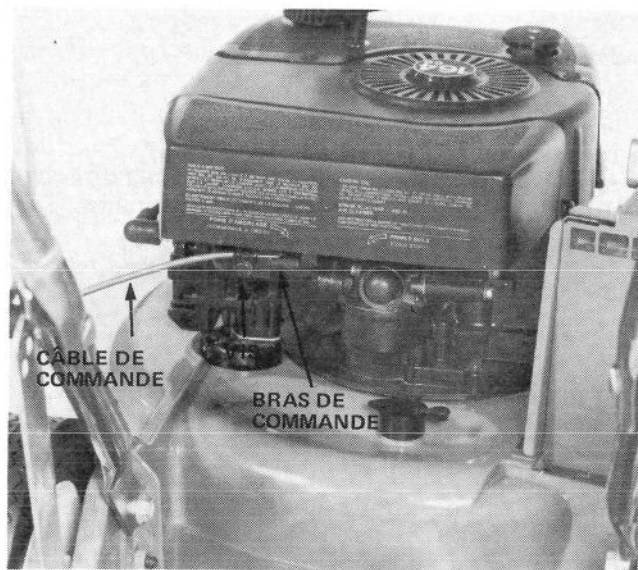

Figure 38
4. Desserrez la vis du serre-câble jusqu'à ce que le câble de commande des gaz puisse glisser librement (Fig. 38).
5. Déplacez le bras de commande du carburateur vers la gauche jusqu'à ce qu'il vienne en contact avec le support de connexion à la masse (Fig. 38). Tirez le câble de commande des gaz légèrement pour enlever tout le jeu et serrez la vis du serre-câble pour bloquer l'ajustement.